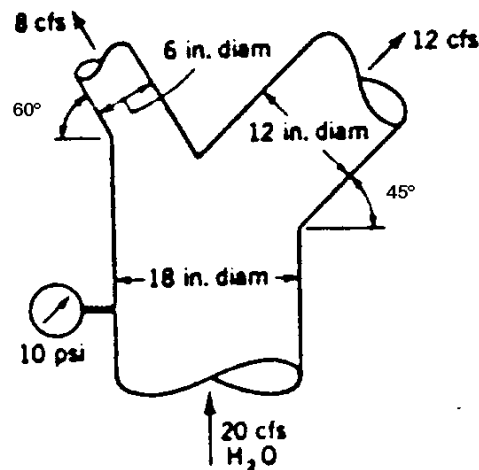

Figura P3.34
3.34 Considere a figura P3.34. Desprezando as perdas, calcule as componentes x e y da força necessária para suportar o valor de y, com este eixo colocado no plano horizontal.